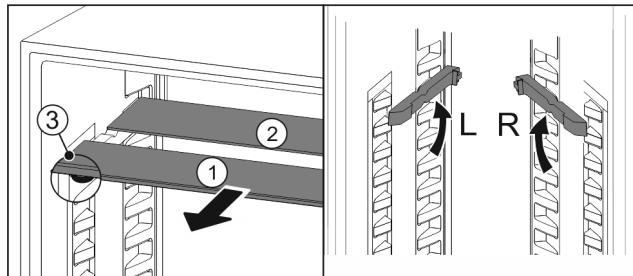

Fig. 120
- Steklene plošče posamično izvlecite Fig. 120 (1) naprej.
- Steklena plošča Fig. 120 (1) z okrasno letvijo je spredaj.
- Zaustavljalniki Fig. 120 (3) so obrnjeni navzdol.